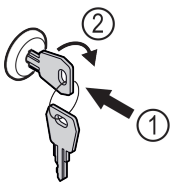

Fig. 67
- ▶ Introducir la llave Fig. 67 (1).
- ▶ Girar la llave 90° en sentido horario Fig. 67 (2).